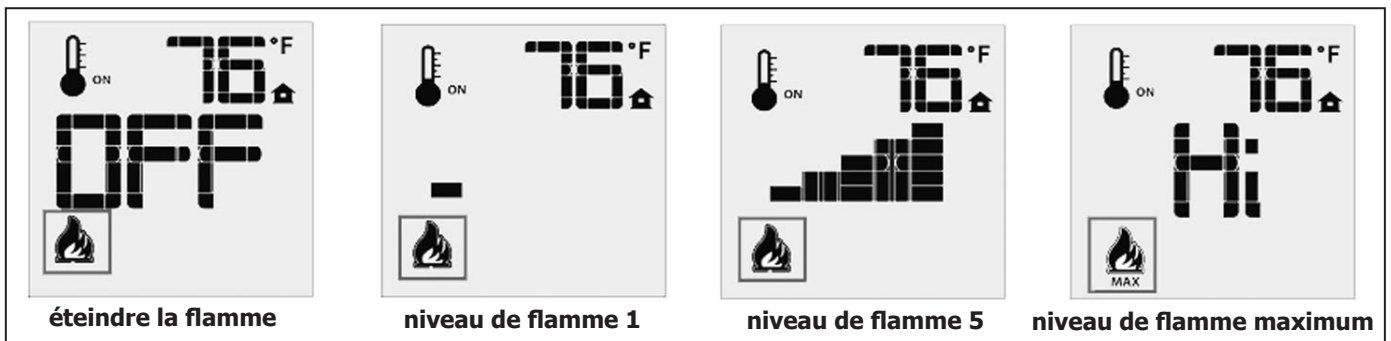

Figure 11: Niveaux de flamme de la télécommande
Le Proflame 2 GTMF a six (6) niveaux de flammes. Une fois le système allumé, appuyer sur la flèche vers le bas diminuera de un niveau les flammes, jusqu'à ce que la flamme soit éteinte. Si vous appuyez sur la flèche vers le haut lorsque le système est allumé mais les flammes sont éteintes, la flamme s'allumera au maximum (référez-vous à la Figure 11). Un seul bip confirme la réception de la commande.